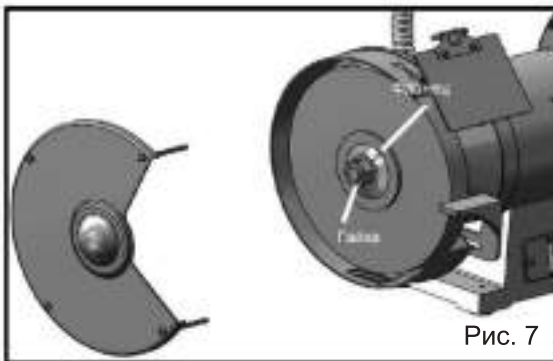

Рис. 7
- Отверните винты крепления и снимите внешнюю крышку защитного кожуха (рис. 7).
- Открутите гайку и снимите ее вместе с зажимным фланцем (рис. 7).